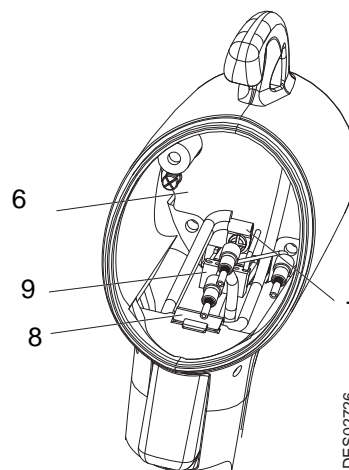

Figura 2
- **Tappa 5:** sbloccare il rivestimento (sensore effetto Hall Num.8 figura 2) dal suo alloggiamento sito dietro il grilletto nella parte superiore del calcio, con un cacciavite piatto.
- **Tappa 6:** Svitare la scheda (num. 6 figura 2) del fondo del calcio ed uscirlo dal calcio
- **Tappa 7:** staccare il connettore nero (num.9 figura 2)
- **Tappa 8:** Svitare il serracavo (num. 7 figura 2) situato sulla schermatura della scheda elettronica.
- **Tappa 2:** Infilare il cavo nel calcio rispettandone il posizionamento (vedere la figura 2). **Attenzione a non fare passare il cavo nell'alloggio del canale della polvere .**
- **Tappa 3:** Fissare il serracavo (num. 6 figura 2) (preso previamente) sulla schermatura della scheda rispettandone il posizionamento.
- **Tappa 5:** Fissare la scheda (num. 5 figura 2) nel fondo del calcio tramite due viti.
- **Tappa 6:** Rimettere il rivestimento del sensore (num. 7 figura 2) nel suo alloggiamento.